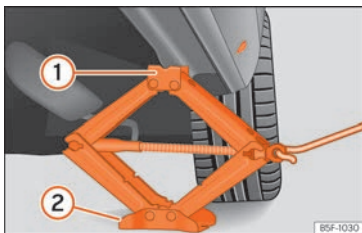

Abb. 75 Wagenheber anbringen
- Drehen Sie die Kurbel des unter dem Aufnahmepunkt des Längsträgers befindlichen Wagenhebers*, bis sich die Nase ① » » **Abb. 75** unter der vorgesehenen Einführung befindet.
- Richten Sie den Wagenheber* so aus, dass sein Aufnahmehorn ① in die dafür vorgesehene Aufnahme am Längsträger „greift“ und die bewegliche Grundplatte ② plan auf dem Boden aufliegt. Die Bodenplatte ② muss sich dabei senkrecht unter dem Aufnahmepunkt ① befinden.